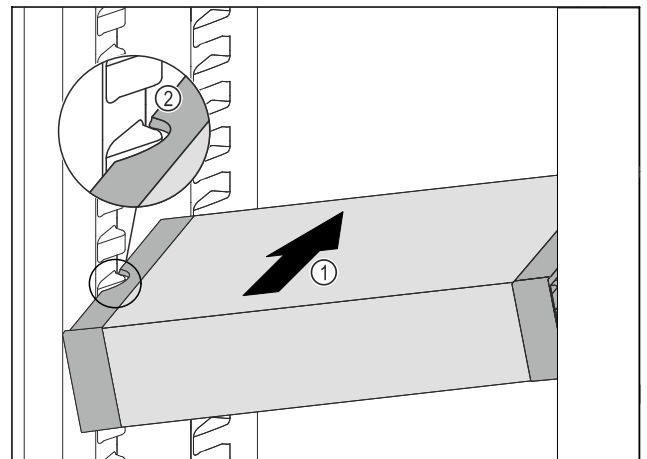

Fig. 75
- ▶ Työnnä VarioSafe vinoon asennossa jääkaappiosaan Fig. 75 (1), kunnes VarioSafen sivuilla olevat lovet Fig. 75 (2) ovat jääkaappiosassa olevien kotelokiilojen tasolla.